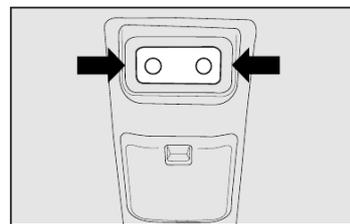

fig. 39
- 1) Com uma chave de fenda no ponto indicado pela **seta-fig. 39** remover o conjunto da luz interna montado a pressão;